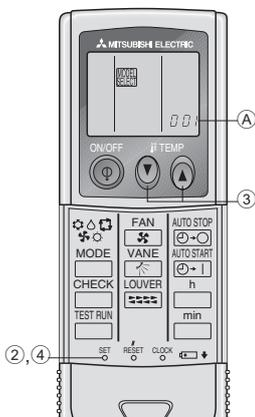

Fig. 6-7
3) Preparación inicial (Fig. 6-7)
- ① Introduzca las pilas.
- ② Pulse el botón SET con algún objeto puntiagudo.